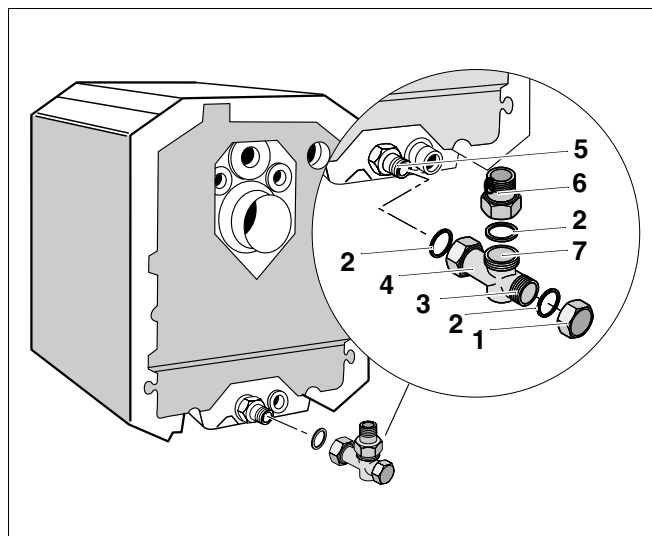

Fig. 19 Montare retur Logano G115
- Introducerea garniturii (fig. 19, **poz. 2**) in piulita olandeza a piesei T livrata impreuna cu (fig. 19, **poz. 4**) aceasta.
- Insurubarea piesei T G1¼ (fig. 19, **poz. 5**) la returul cazanului.
Daca nu folositi sistemul de montare rapida a circuitului de incalzire pentru racordul cazanului, atunci realizati racordul prin componenta de G1¼ (fig. 19, **poz. 6**) legatura .
- Introducerea garniturii (fig. 19, **poz. 2**) in piulita olandeza a componentei T livrata impreuna cu G1¼ (fig. 19, **poz. 6**) aceasta.
- Piesa de legatura G1¼ (fig. 19, **poz. 6**) se monteaza la R1 pentru retur incalzire (fig. 19, **poz. 7**) la 90°.
Daca nu racordati nici un boiler, atunci trebuie sa atasati componentei T (fig. 19, **poz. 4**) clapa de inchidere (fig. 19, **poz. 1**).
- Insurubarea (fig. 19, **poz. 1**) etansa (fig. 19, **poz. 2**) a clapei de inchidere.
- In cazul racordului unui boiler, racordul pentru retur se realizeaza la spatele elementului T (fig. 19, **poz. 3**, pagina 26).